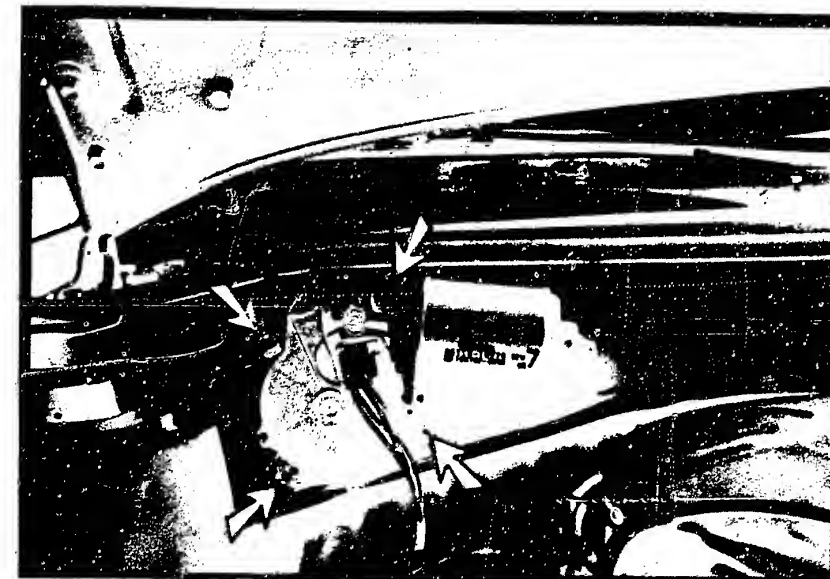

Bild 67 Für den Ausbau des Wischermotors sind die vier Schrauben (Pfeile) zu lösen.
a) Der Motor für die **Frontscheibenwischer** ist motorseitig an die Stirnwand geschraubt (Bild 67). Durch Abziehen des Steckers und Lösen der vier Schrauben lässt sich der Motor ausbauen.